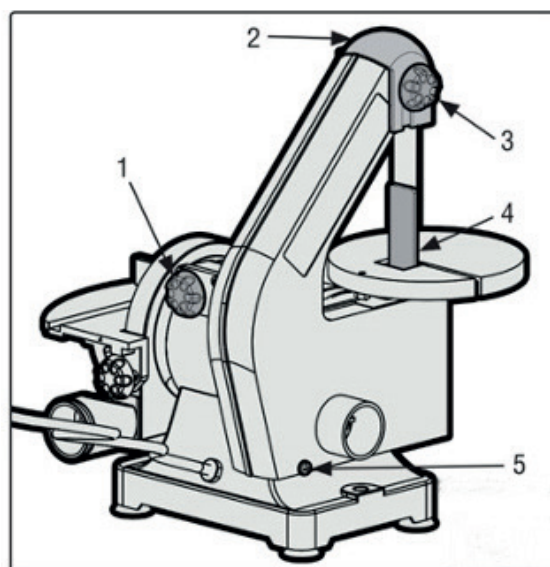

Рис. 9.
Установите верхний защитный кожух (рис. 9 – 2) на ленточный шлифовальный рычаг, используя фиксирующую ручку верхнего защитного кожуха (рис. 9 – 3), чтобы закрепить его на месте.
Отслеживание ленты означает регулировку перемещения ленты по центру роликов таким образом, чтобы она двигалась правильно (не отклонялась влево или вправо во время работы). Шлифовальная машина оснащена ручкой регулировки хода ленты (рис. 9 – 1).
1. Снимите фиксирующую ручку верхнего защитного кожуха (рис. 9 – 3) и верхний защитный кожух (рис. 9 – 2).
2. Удерживая боковую крышку на месте, выверните три винта и шайбы, удерживающие крышку на месте (рис. 9 – 5, 10 – 1 и 10 – 2). Снимите боковую крышку.
3. Поверните шлифовальный диск рукой. Это приводит к медленному вращению ремня. Следите за тем, начинает ли он двигаться влево или вправо (по направлению к корпусу шлифовальной машины или от него). Если лента соскальзывает с роликов ленты, используйте ручку регулировки положения ленты (рис. 9 – 1), чтобы отрегулировать угол наклона роликов. Продолжайте вращать диск одной рукой, одновременно поворачивая ручку перемещения ремня до тех пор, пока ремень не пройдет по центру роликов.
Вал (рис. 9 – 4) представляет собой стальную опорную пластину, которая расположена за шлифовальной лентой и под ее столом. Она поднимается от корпуса шлифовальной машины до точки в нескольких дюймах над поверхностью ленточного стола. Валик обеспечивает необходимую опору обрабатываемой детали во время операций шлифования. Его следует отрегулировать таким образом, чтобы он почти касался задней части шлифовальной ленты.
Угловой упор вставляется в паз с края рабочего стола. Указатель А (рис. 9) должен быть на отметке «0». Ослабьте винт и переместите указатель, если необходимо.
3. Удерживая боковую крышку на месте, выверните три винта и шайбы, удерживающие крышку на месте (рис. 9 – 5, 10 – 1 и 10 – 2). Снимите боковую крышку.